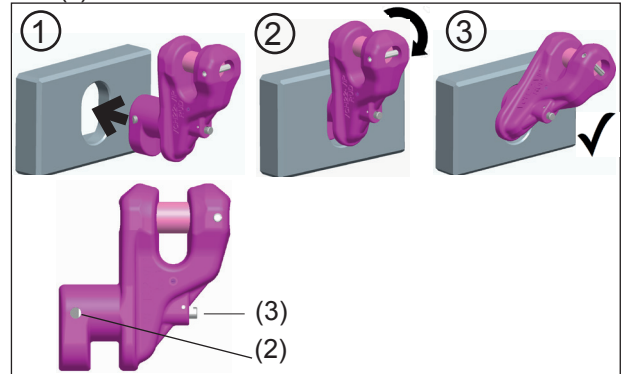

Abb. 5: Einsetzen des VIP-Containerhakens VCH-SL 22
1. Setzen Sie den Containerhaken VCH-SL 22 wie in Abb. 5 dargestellt in die ISO-Ecke ein. Der Sicherungsbolzen (2) öffnet und schließt automatisch beim Einsetzen.
- Drücken Sie zur Entnahme des Containerhakens den Entriegelungsbolzen, (Abb. 5 (3)).